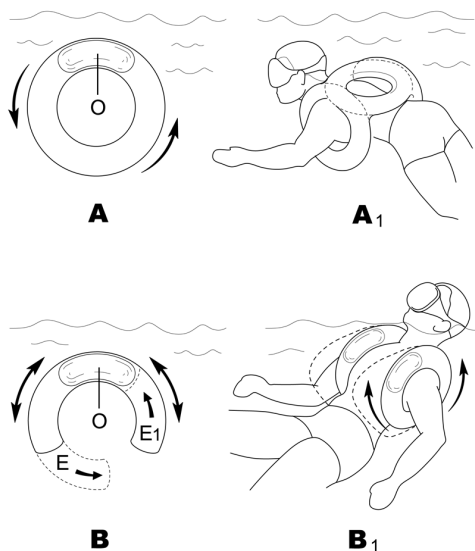

fig. 12
Il progetto di questo leggendario modello è stato realizzato nel lontano 1978: è stato il primo giubbotto integrale mai prodotto ed era così valido da rimanere praticamente inalterato negli anni. Il Master Jacket è decisamente diverso dagli altri giubbotti, grazie al suo perfetto controllo dell'assetto tridimensionale : indipendentemente dalla successione dei movimenti o da quale posizione iniziano, la 'bolla' d'aria interna non può produrre spinte rotazionali al subacqueo, che lo renderebbero instabile (fig. 12 - A). Questa caratteristica è dovuta alla forma della camera d'aria che è formata da tre anelli, che essendo comunicanti, consentono alla 'bolla' d'aria di circolare senza ostacoli (fig. 12 - A1). Infatti se l'anello fosse interrotto (fig. 12 - B), un'eventuale rotazione dell'anello, che ne portasse in alto uno dei due terminali (E o E1), proprio dove si trova la bolla d'aria (O), impedirebbe alla rotazione di continuare, cosa che non succederebbe con un anello continuo. Questo garantisce non solo un impareggiabile livello di confort durante l'immersione, ma anche una posizione "a faccia in su" in superficie, anche in caso di perdita di coscienza, offrendo quindi un livello di sicurezza attiva decisamente superiore. Per quanto sopra enunciato, il Master Jacket è stato l'unico giubbotto al mondo, omologato come CBRD (Combined Buoyancy Rescue Device) (EU Norm) : ciò significa che il Master Jacket può essere usato sia come giubbotto equilibratore che come giubbotto di salvataggio, per la barca. Ulteriori soluzioni tecniche e tipi di materiale sono stati adottati per aumentare il già ottimo livello di sicurezza; il Master Jacket ad esempio è costituito da due sacchi : quello interno, stagno, trattiene la 'bolla d'aria' ed è fatto in poliuretano/polietere, saldato a radiofrequenza; quello esterno è fatto di pesante tessuto di poliestere cucito con filo spesso, dello stesso materiale, che garantisce resistenza meccanica e all'abrasione.